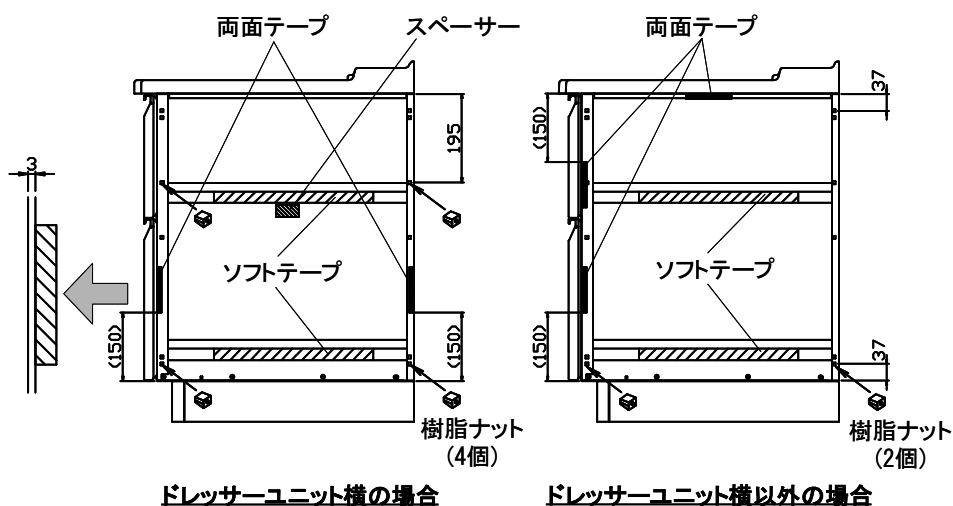

図13-1 ベースキャビネット
- ①図にならって樹脂ナットを角穴に取付けてください。(図13-1)
- ②キャビネットの補強枠にソフトテープを貼り付けてください。
(図13-1)
- ③貼付面(側板折曲部分)のほこりなどをふき取ってください。
- ④端から3mm内側のホーロー面に付属の両面テープを貼付けてください。(図13-1)
- ⑤テープ離型紙の上から十分に押さえつけて確実に貼り付けてください。
- ⑥(ドレッサーユニット横の場合のみ)
図にならってスペーサーを貼り付けてください。(図13-1)